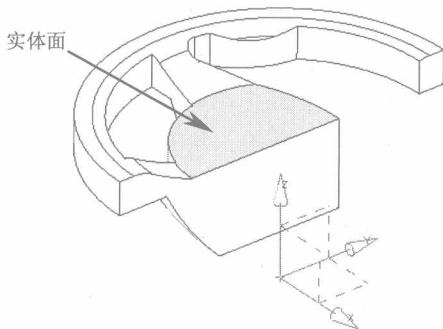
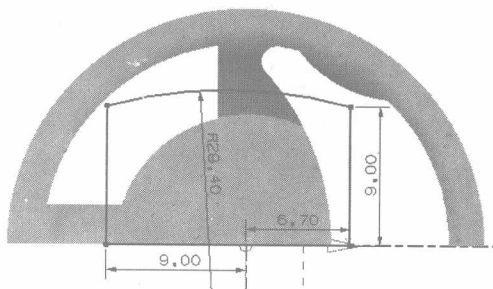

图1-13
图1-14
- (1) 在菜单栏中选取【插入】/【设计特征】/【设计特征】命令，弹出【拉伸】对话框，激活【草图截面】，弹出【创建草图】对话框。
- (2) 设置类型为【在平面上】方式，选取图 1-13 所示的实体面作为草绘的平面，单击 **确定** 按钮进入草图，绘制图 1-14 所示的图形。
- (3) 在【草图生成器】工具条中单击 **完成草图** 按钮，退出草绘界面，返回【拉伸】对话框。